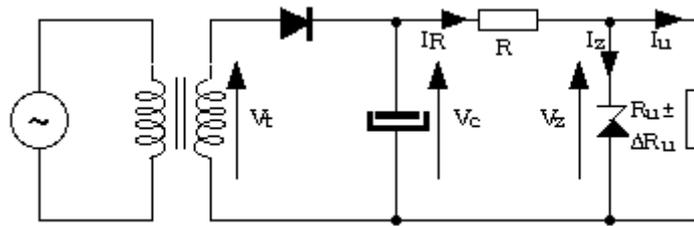

Fig. 27. Régulation de tension avec diode zéner.
**Stabilisation amont** : ce coefficient est représentatif de la sensibilité du montage aux variations de la tension non régulée, et ceci à **charge constante** . Si on utilise les notations de la Fig. 27, c'est le rapport  $(\Delta V_z / \Delta V_c) I_u = cte$ .